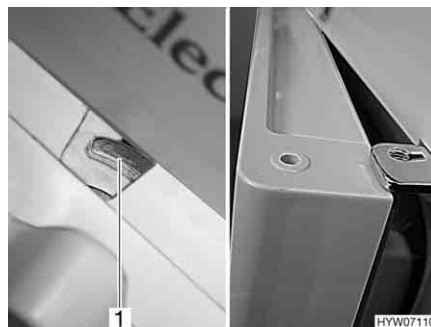

Bild 192 Lås till kylskåpsdörr/frysfacksdörr i ventilationsläge (Dometic 7-serie med separat frysfack)
- Fäll låsanordningen helt åt höger. Kylskåpsdörrens/frysfacksdörrens läge låses av dörrspärren (Bild 192, 1). Därvid stannar kylskåpsdörren/frysfacksdörren i lätt öppet läge (Bild 192).